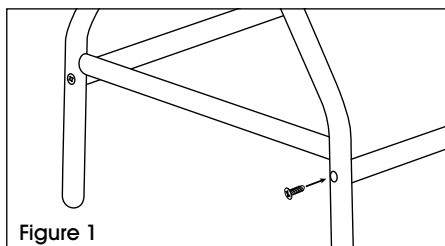

Figure 1
1. Attach two connector bars (E) to leg assemblies (A and B) using screws (G). (See Figure 1)
1. Fixez deux barres de raccordement (E) aux assemblages de pattes (A et B) à l'aide des vis (G). (Voir Figure 1)